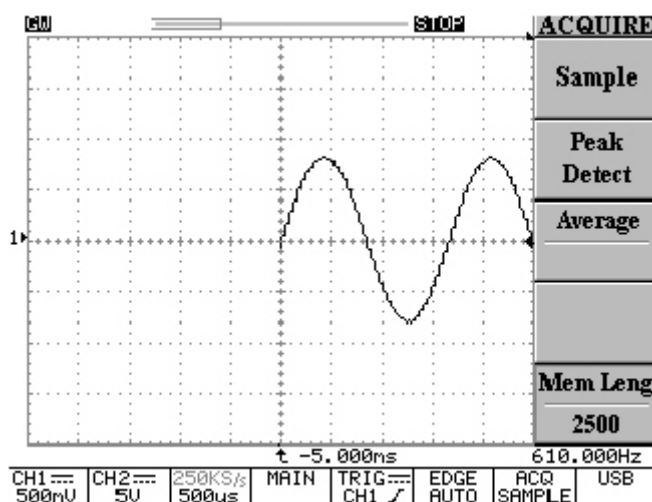

Figure 5-10: Décalage du “retard de l’indicateur du trigger” avec la forme d’onde vers la droite
(1): Quand la polarité positive est choisie, le déclenchement aura lieu sur la haute à la basse transition de l'impulsion si l'état de comparaison est atteint. Voir figure 5-10.